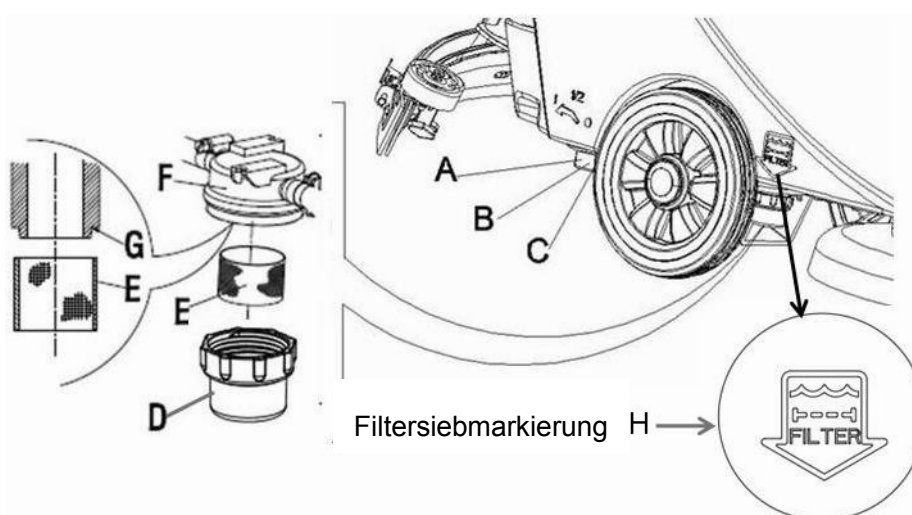

Abbildung 12
3. Drücken Sie den Netzschalter (38) auf die "O"-Position und schalten Sie das Gerät aus.
4. Drehen Sie das Kugelventil des Ablasses zu (A, **Abbildung 12**) (es befindet sich an der Unterseite des Geräts, hinter den Rädern). Position B Kugelventil geöffnet und Position C Kugelventil geschlossen.
5. Entfernen Sie den transparenten Deckel (D) und dann den Filter (E), und installieren Sie ihn nach der Reinigung auf der Filterabdeckung (F).